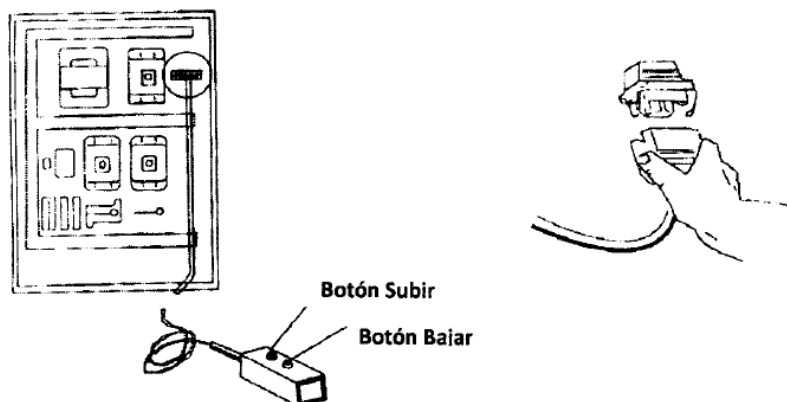

Fig. 2.21 Corte de Corriente
2. Corte la corriente de la cabina, conecte el cable (botonera) donde lo indica la fig. 2.21